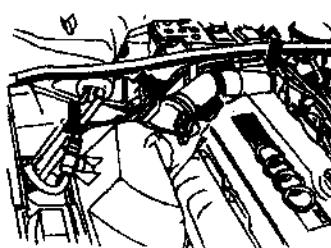

图 1.5 拔掉空气流量计和油箱
- ⑦ 拔掉空气流量计和油箱通风电磁阀线束插头，如图 1.5 所示。